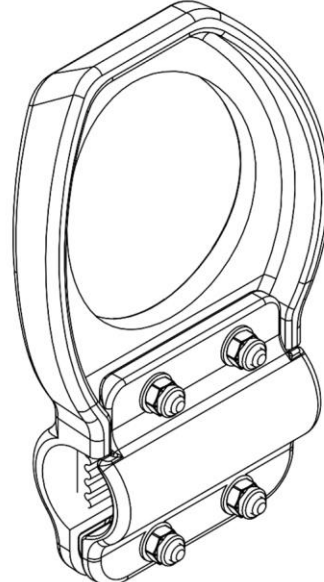

Fig. 2b
- fig. 2b – uchwyt w widoku perspektywicznym z tyłu od góry w drugiej odmianie;